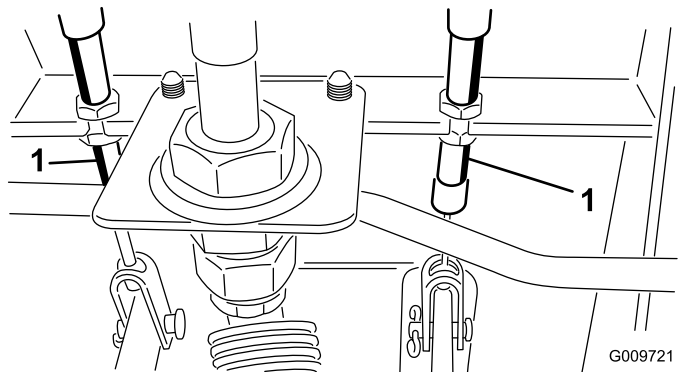

Figura 104
- A. Desaperte a porca dianteira na extremidade roscada do cabo do travão (Figura 104).